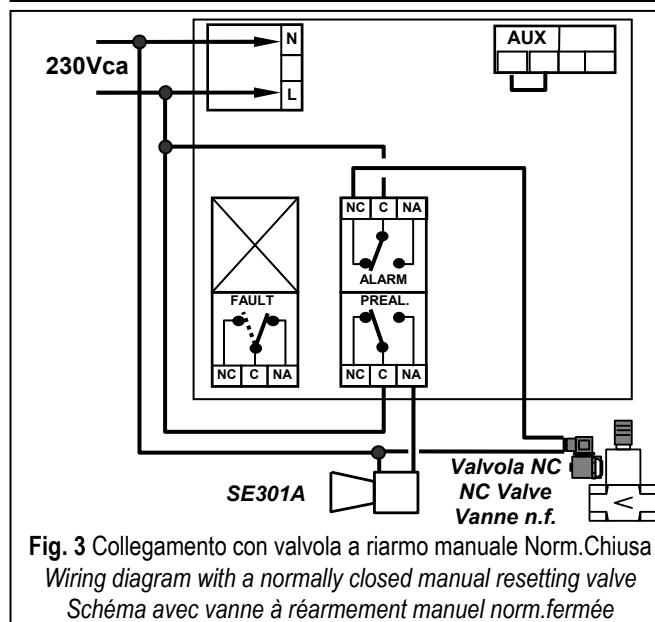

Fig. 3 Collegamento con valvola a riarmo manuale Norm. Chiusa
**Fig. 3** shows the 230VAC powering connection with alarm siren and normally closed manual resetting valve.
**En figure 3** est illustré le schéma de raccordement sur secteur 230Vca, d'un dispositif avec sirène et électrovanne normalement fermée.